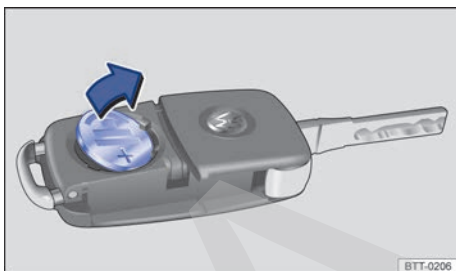

Fig. 26 Llave con control remoto: retirar la batería.
- Retirar la batería de su alojamiento con una herramienta adecuada ⇒ fig. 26.
- Colocar la nueva batería según lo indicado ⇒ fig. 26 y presionar en sentido contrario al de la flecha hacia dentro del alojamiento de la batería ⇒ .